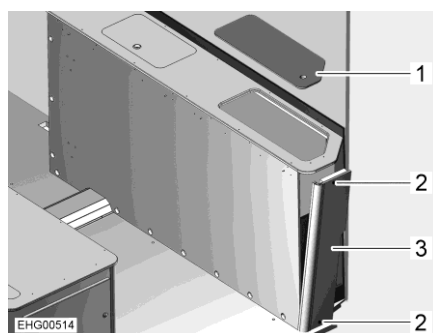

Fig. 109 Coffre de banquette droit
- Retirer le couvercle de service (Fig. 109,1).
- Dévisser 2 vis (Fig. 109,2).
- Passer la main dans le coffre de banquette par le haut et presser légèrement la paroi latérale (Fig. 109,3) vers l'extérieur.